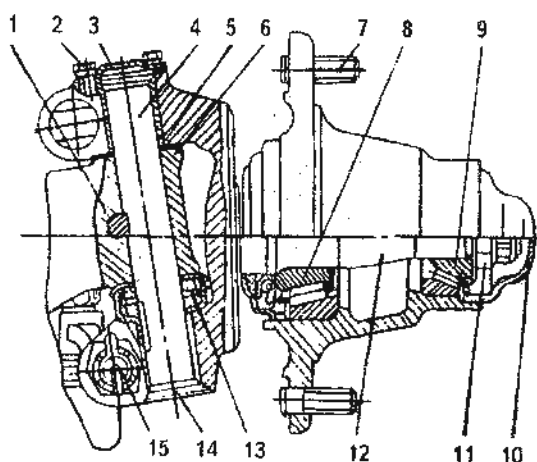

Рис. 165. Кулак поворотный:
- снимите колпак 10 (рис. 165), расплентуйте и ослабьте гайку 11, цапфы поворотного кулака на 1/2 оборота, проверьте, свободно ли вращается колесо. В случае тугого вращения, **устраните** причину его (заедание сальников, поломка подшипников и пр.);